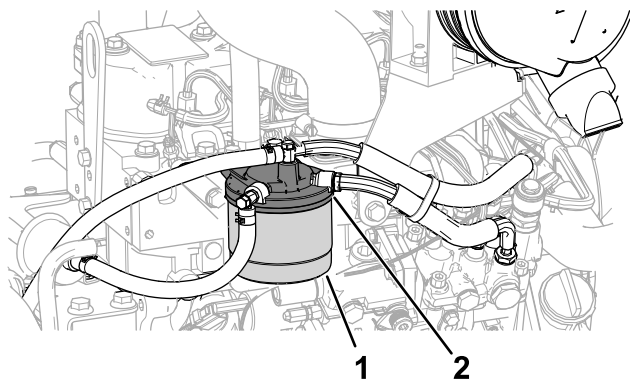

Figura 60
- Curățați zona din jurul capătului filtrului de combustibil (Figura 60).
2. Scoateți filtrul și curățați suprafața de montare a capătului filtrului (Figura 60).